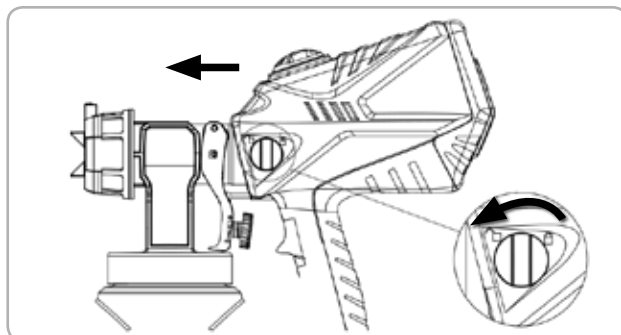

Fig.9
- Pentru a scoate accesoriul de pulverizare, rotiți butonul în punctul de deblocare, detașați accesoriul de pulverizare de corpul principal. Fig 9